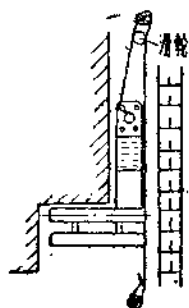

图 13
(2) 若向采空区倾斜，即外伪倾斜，也称“出山”，在这种情况下使用截煤机或康拜因，则机器常常挤溜子向老塘滑去，因此要把零度截齿放长2~3毫米，在机器与溜子之间垫好木料或用双钢丝绳把机器拦住(图13)。
(3) 若向采空区倾斜，还可在机道外侧垫上木楔防止向外挤。